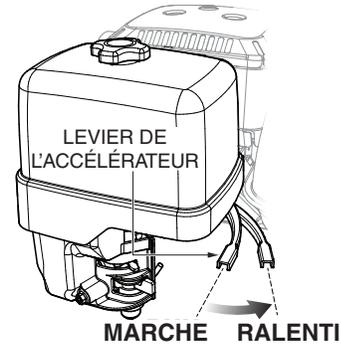

Figure 19. Levier de l'accélérateur (position de ralenti)
1. Mettre le levier d'accélérateur à la position **ralenti** (Figure 19) puis faire tourner le moteur à basse vitesse pendant trois minutes.